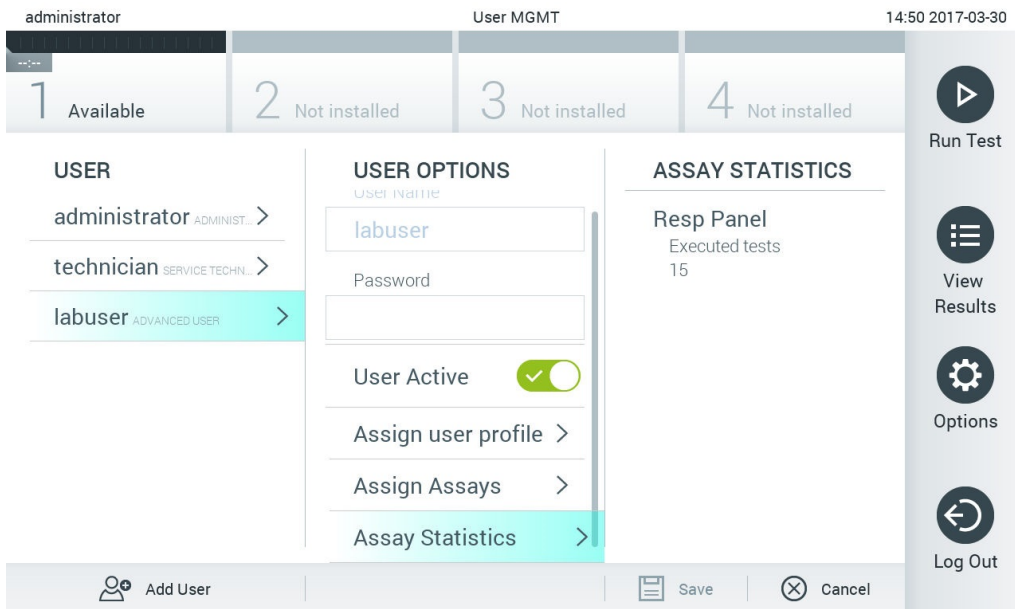

图 55. 查看检测统计数据。
- Assay Statistics（检测统计数据）：显示所选用户运行的检测的次数（图 55）。